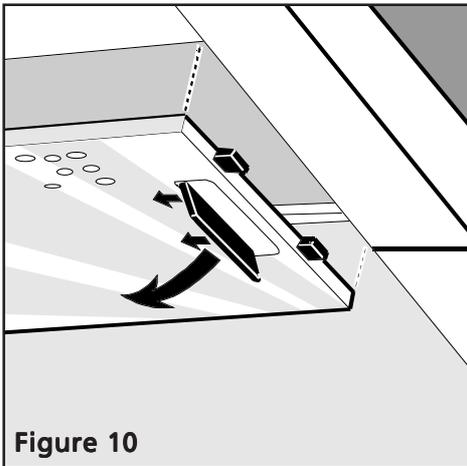

Figure 10
- Push simultaneously the two handles **S** first upwards, then towards the center and extract the filters Figure 10.
- Pousser simultanément au milieu et vers le haut les deux poignées 5, puis sortir les filtres (Figure 10).